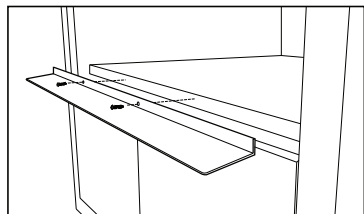

Figure 10
2. Installer le déflecteur comme indiqué sur les figures 10 et 11